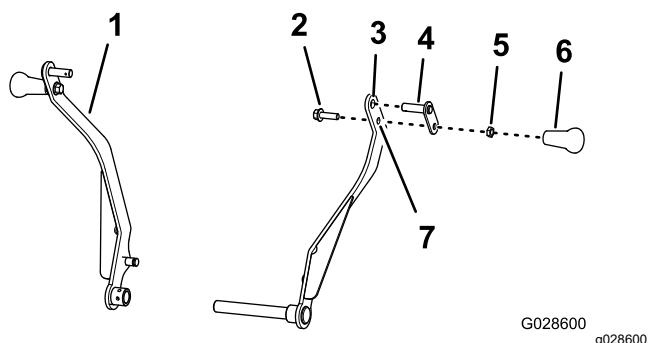

图 15
1. 穿过托架臂上的上孔组装枢轴销图 15。
3. 将螺栓 $\frac{3}{8} \times 1\frac{1}{4}$ 英寸穿过托架臂的下孔和枢轴销图 15 的卡环与锁紧螺母 $\frac{3}{8}$ 英寸组装在一起然后上紧锁紧螺母扭矩至 1517 N·m。
4. 将手柄拧到螺栓 $\frac{3}{8} \times 1\frac{1}{4}$ 英寸上然后拧紧手柄使其抵靠锁紧螺母最后用手拧紧手柄图 15。
5. 对另一个托架臂重复步骤 1 至 4 图 15。